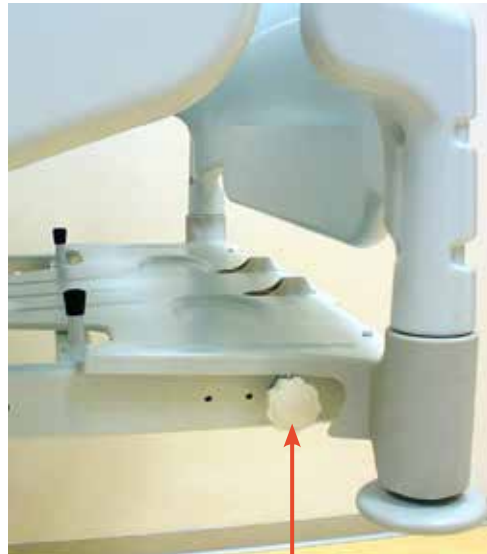

Fig. 1
- sbloccare l'allungaletto svitando i pomelli (18), posti in entrambi i lati del letto, e spingere la sezione verso l'interno fino a fine corsa (Fig. 1);
- riavvitare i pomelli (18) per bloccare la sezione.